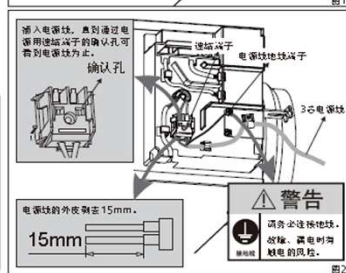

图2
②连接电源线。(图2)
(1) 将电源线插入连接端子。
(2) 电源线地线固定到电源线地线端子。